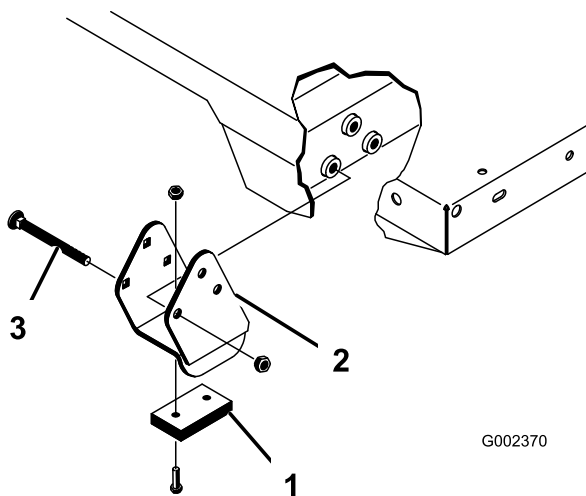

Figura 37
Nota: Assicuratevi che le staffe distanziali e i blocchi di usura (Figura 37) siano installati con le teste dei bulloni a testa tonda posizionate verso l'interno della macchina.
2. Collocate con delicatezza il pianale sul telaio del veicolo, allineando i fori delle piastre orientabili sulla parte posteriore del pianale ai fori sul profilato posteriore del telaio, e installate 2 perni con testa e 2 acciarini (Figura 37).
3. Con il pianale abbassato, fissate ogni estremità dell'asta del cilindro negli intagli presenti sulle piastre di montaggio del pianale, per mezzo di un perno con testa e un acciarino. Inserite il perno con testa dall'esterno del pianale, con l'acciarino posto sull'esterno (Figura 37). Gli intagli posteriori sono da utilizzare per l'installazione di un pianale integrale, mentre gli intagli anteriori per un pianale a 2/3.